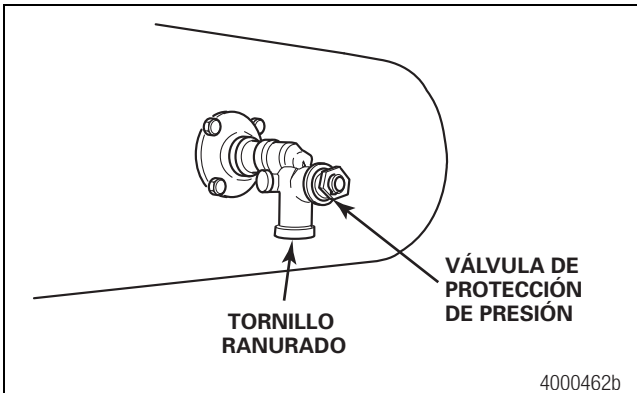

Figura 2.60
3. Apriete a mano la válvula de protección de presión en la boquilla de instalación. Use una llave para apretar la válvula de protección de presión aproximadamente dos vueltas adicionales para lograr un cierre hermético. Correctamente instalado, el tornillo ranurado de la válvula de protección de presión queda hacia ABAJO. Figura 2.60.